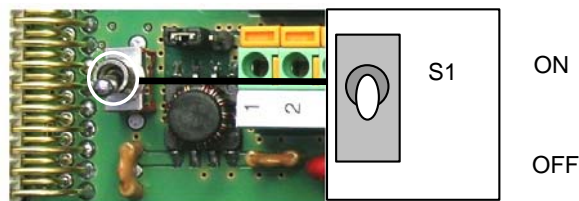

Abbildung 6 - Ein-/Aus-Positionen des Betriebsspannungsschalters
Schalten Sie die Spannungsversorgung der C-BOX 3X0 am Schalter ein (wie in Abbildung 6 gezeigt).
Der Betriebsspannungsschalter (s. Abbildung 6) schaltet die Betriebsspannung von C-BOX 3X0 und angeschlossenem Lesegerät.
- 2) Kontrollieren Sie, dass die C-BOX 3X0 abgeschaltet ist (Betriebsspannungsschalter in der Stellung OFF, siehe Abbildung 6).